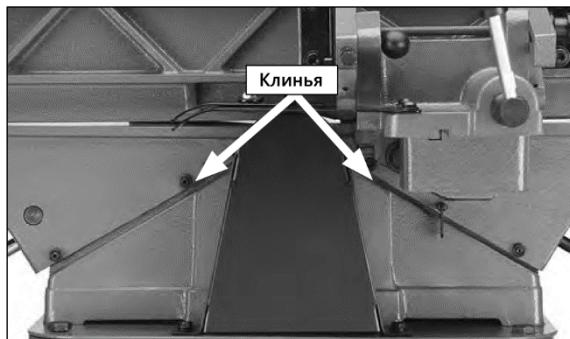

Рисунок 51.
- Клинья (рис. 51). Опустите стол подачи и стол приема, чтобы добраться до клиньев. Капните несколько капель масла на верхнюю поверхность каждого из клиньев и перемещайте столы вверх/вниз, чтобы распределить масло. Уберите излишки масла.